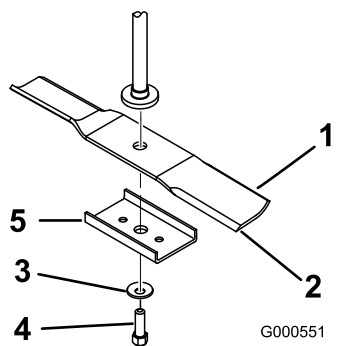

Figura 45
Sujete el extremo de la cuchilla usando un trapo o un guante grueso. Retire del eje el perno de la cuchilla, la arandela curva, el refuerzo de la cuchilla y la cuchilla (Figura 45).
- Instale la cuchilla en el eje (Figura 45).
- Instale el refuerzo de la cuchilla, la arandela curva (con la copa hacia la cuchilla) y el perno de la cuchilla (girándolo en sentido horario) (Figura 45).